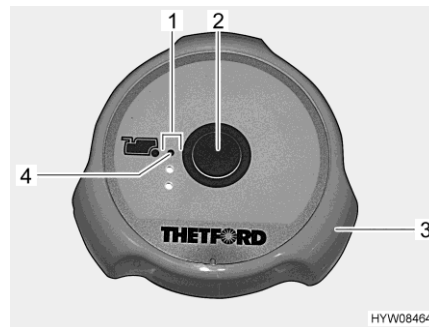

Fig. 213 Pulsante dello sciacquone/spie di controllo (toilette Thetford)
Risciacquo: ■ Prima di tirare l'acqua, aprire il cursore della toilette Thetford. A tal fine ruotare la maniglia girevole (Fig. 213,3) in senso antiorario.
■ Per sciacquare premere il pulsante blu (Fig. 213,2).
■ Dopo aver tirato l'acqua chiudere il cursore. Ruotare la maniglia girevole (Fig. 213,3) in senso orario.
Le spie di controllo (Fig. 213,1) indicano il livello del serbatoio fecale. Quando si accende la spia di controllo rossa (Fig. 213,4), il serbatoio fecale deve essere svuotato.